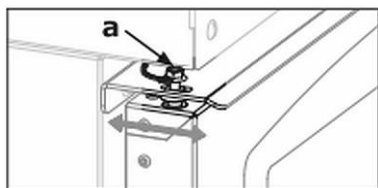
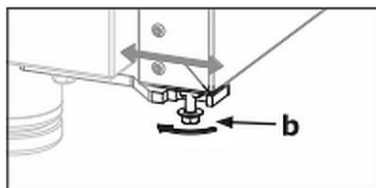

Рис. 56
Рис. 57
1. Ослабить винты (a-b Рис. 56 и Рис. 57).